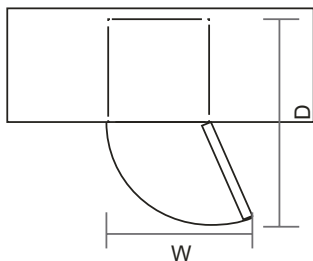

рис. 1
3. Обеспечьте удобный доступ к холодильнику. Его дверца должна открываться свободно (Ш × Г ≥ 967 × 1226 мм). (→ рис. 1). При необходимости перевесьте дверь так, чтобы она открывалась в другую сторону (см. ниже).